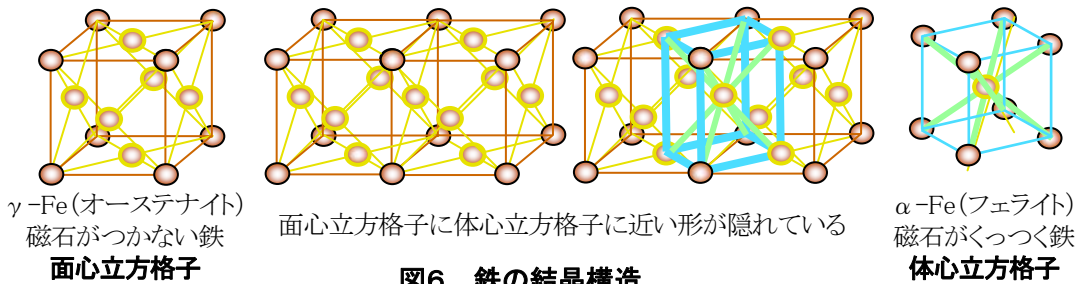

図6 鉄の結晶構造
③ **磁石がつかない鉄を たたくと磁石にくっつく鉄に変わる!?** 図6に示すように、磁石がつかない鉄は面心立方格子という結晶構造で、磁石がくっつく鉄は体心立方格子という結晶構造をしています。この面心立方格子の中に、体心立方格子に似た形状がありますが、たたくと、この形状が体心立方格子に変化します。この変化により体積が増えるので、金属内部に押し合う力が発生し、引っ張っても壊れにくくなります。